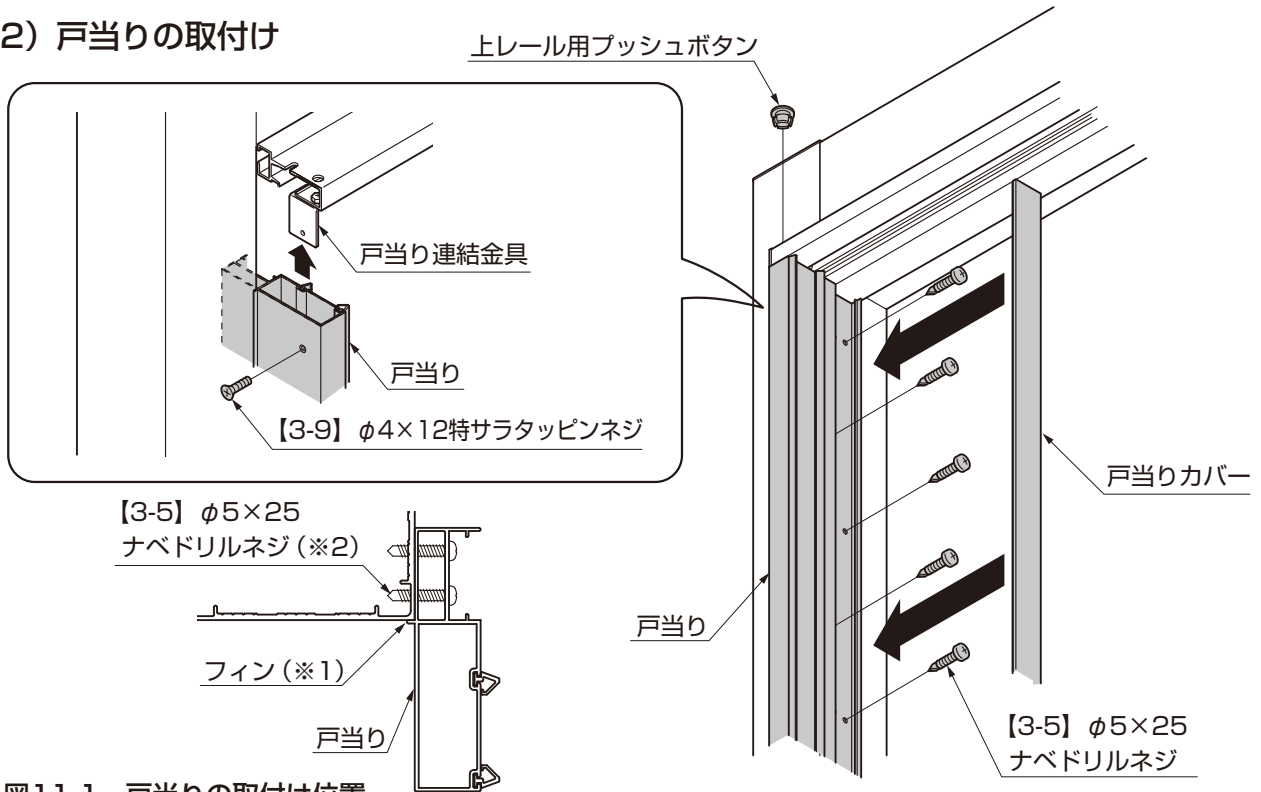

図11-1 戸当りの取付け位置
- ファンクション柱に戸当りを取付ける場合は、【3-5】の(※2)側のネジは、取付けしないでください。(図11-1参照)
- ③戸当りに戸当りカバーをはめ込んでください。
- ④上レール端部キャップを元にもどし、上レール用プッシュボタンをはめてください。